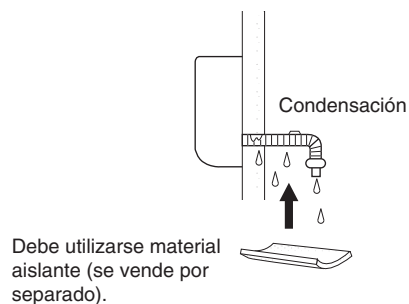

Fig. 3-36
- c) Si la manguera de drenaje va a pasar por la habitación, aisle la manguera con material aislante* de modo que la condensación refrigerada no dañe los muebles ni el suelo. (Fig. 3-36)